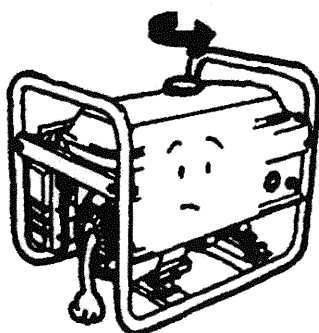

Fig. 13
- Quitar tapón de Gasolina (Figure 13)